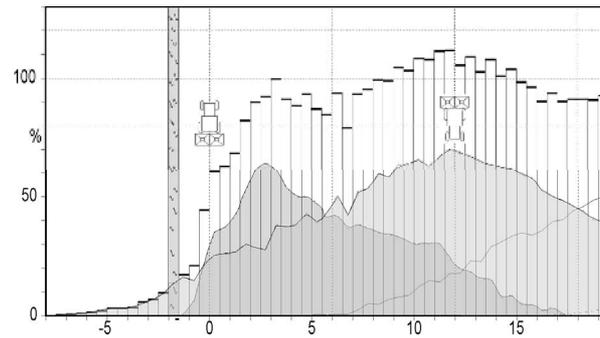
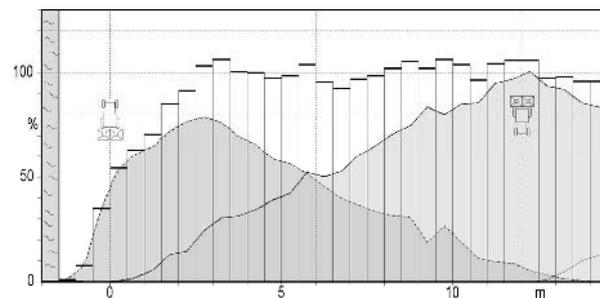

Рис. 13
Рис. 14
- Закладывают технологические колеи на расстоянии от 10 до 12 метров друг от друга (Рис. 13 и Рис. 14).
В распределяющих дисках OM 10-16 дальность распределения составляет ок. 36 м (см. Рис. 14). В результате этого при 15 и 16 м образуются большие зоны наслаивания, которые являются положительным фактором для равномерного внесения удобрений. При ширине захвата 10 и 12 м такая дальность распределения является негативной, в особенности при использовании отражающего щитка для распределения на границах.
Так, например, распределение на границах (с помощью отражающего щитка) на расстоянии 1,5 м при технологической колее 16 м имеет преимущество, так как удобрения не перебрасываются за границу поля. Если с таким же положением лопастей (для некоторых сортов удобрений, например, КАС, имеется возможность достигать оптимального поперечного распределения при ширине захвата 10-16 м с тем же положением лопастей) расстояние между технологическими колеями все же составляет 12 м или 10 м, диски OM 10-16 при обратном проходе перебрасывают значительное количество удобрений (приблизительно на 4,5 и 6,5 м) за границу поля (смотрите Рис. 13).
**В соответствии с постановлением о внесении удобрений распределение за границей поля не разрешается**, то соблюдение этого постановления в вышеописанных вариантах возможно только при использовании дисков OM 10-12 (смотрите Рис. 13).